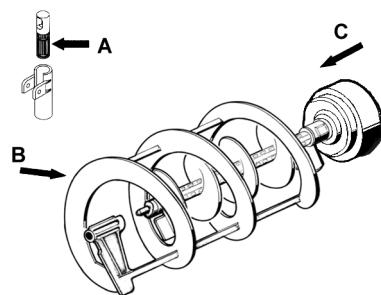

figura 12
- 1 Lubricar el pistón grifo, el rascador interior (en los puntos A, B y C indicados en la (ver figura 12) utilizando solamente la grasa suministrada por el fabricante u otra grasa para uso alimenticio.